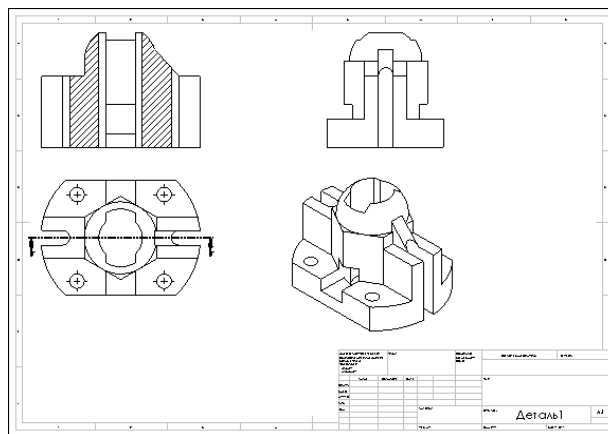

Рисунок 4.30 – Вигляд креслення після створення перерізу та видалення назви виду
7. Проведіть лінію на виді "СВЕРХУ" для створення перерізу. Для цього використайте команди створення ескізу. Для створення лінії перерізу запустіть команду "ЛИНИЯ" (LINE). Виберіть побудовану лінію перерізу і запустіть команду "РАЗРЕЗ"  на панелі "Расположение вида". Клацніть на створений вид і видаліть назву виду. Перемістіть його верх і розмістіть на листі. Видаліть непотрібний вже вид "СПЕРЕДИ" (рис. 4.30).